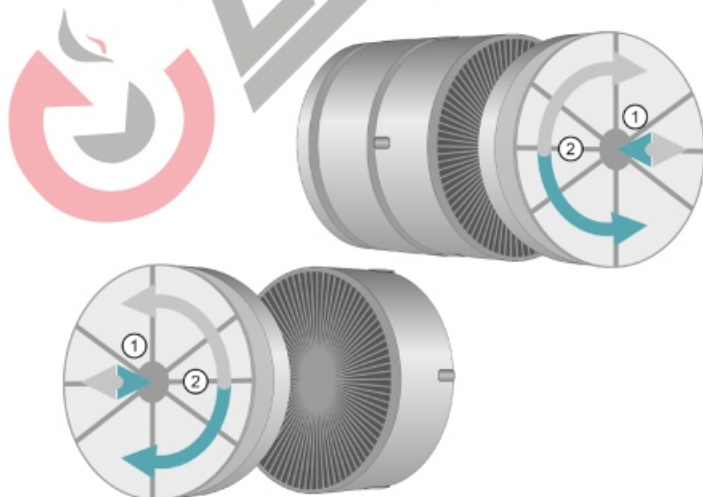

Рис. 14 Установка угольного фильтра
2. Вставьте угольный фильтр и поверните его в часовой стрелке. То же самое сделайте со второй стороны мотора (рис. 14).